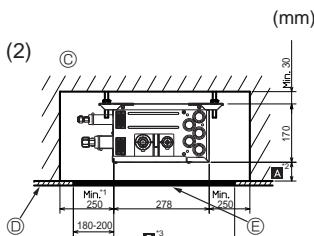
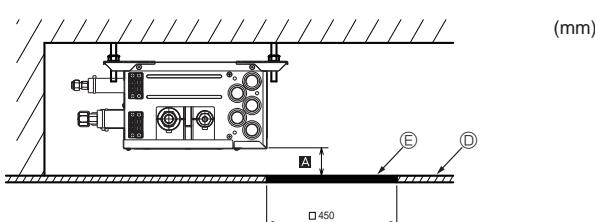

Fig. 4-7
Fig. 4-8
(2) Zijaanzicht (Fig. 4-7, Fig. 4-8)
Als “□ 450” maakt u een onderhoudsgat aan de zijde van een printplaat (zoals getoond in Fig. 4-8), en is “min. 300 mm” nodig als afstand Ⓒ.